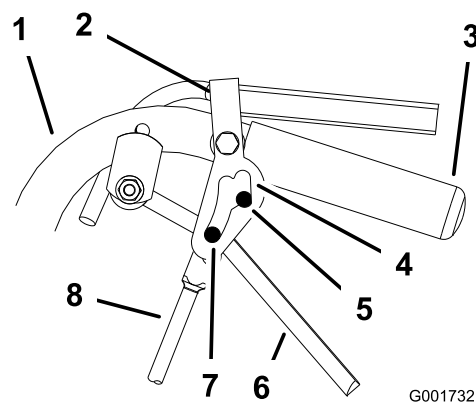

Figura 40
5. Quite y ponga el bloqueo de punto muerto comprobando que la rueda no gira (Figura 40). Continúe con este proceso hasta que la rueda no gire.